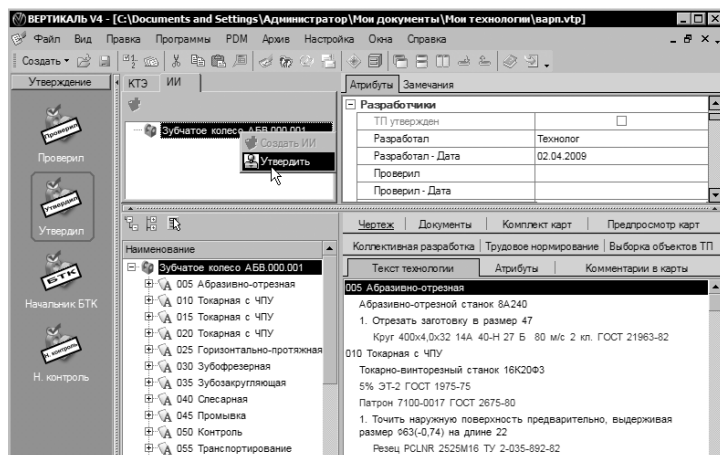

Рисунок 90
3. Перейдите на вкладку **ИИ** (извещения об изменении, рис. 90). Установите курсор на корневом элементе дерева (в нашем слу-